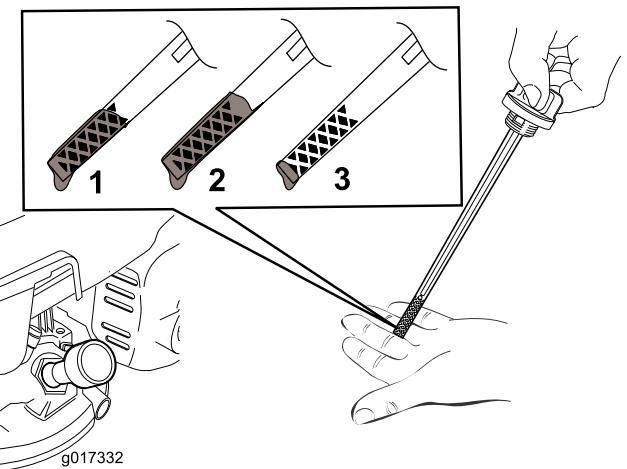

Figura 38
- Controllate il livello dell'olio sull'asta di livello (Figura 38).